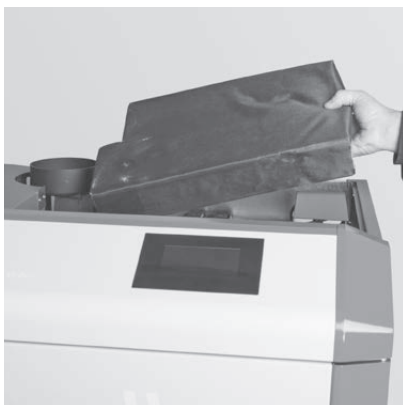

Fig. 78 Isolierung entfernen
- ▶ Isolierung über Deckel-Nachheizflächen entfernen – Fig. 78.